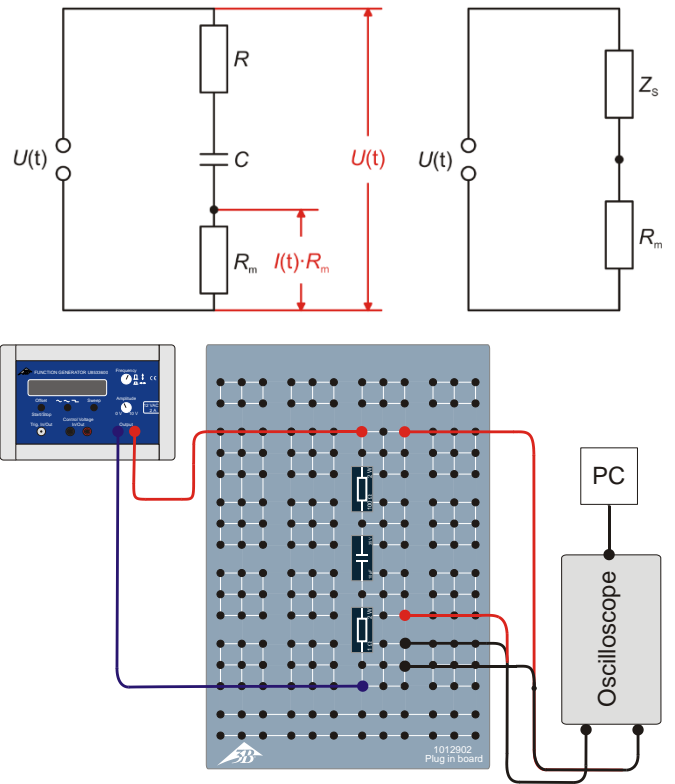

Fig. 2: Diagrama de circuito (arriba a la izquierda), circuito equivalente (arriba a la derecha) y esquema del montaje (abajo) del circuito en serie.
- Ensamble el montaje de medición del circuito en serie (Fig. 1, a la izquierda) según se indica en el esquema (Fig. 2) con $R_m = 1 \Omega$, $R = 100 \Omega$ y $C = 10 \mu F$.